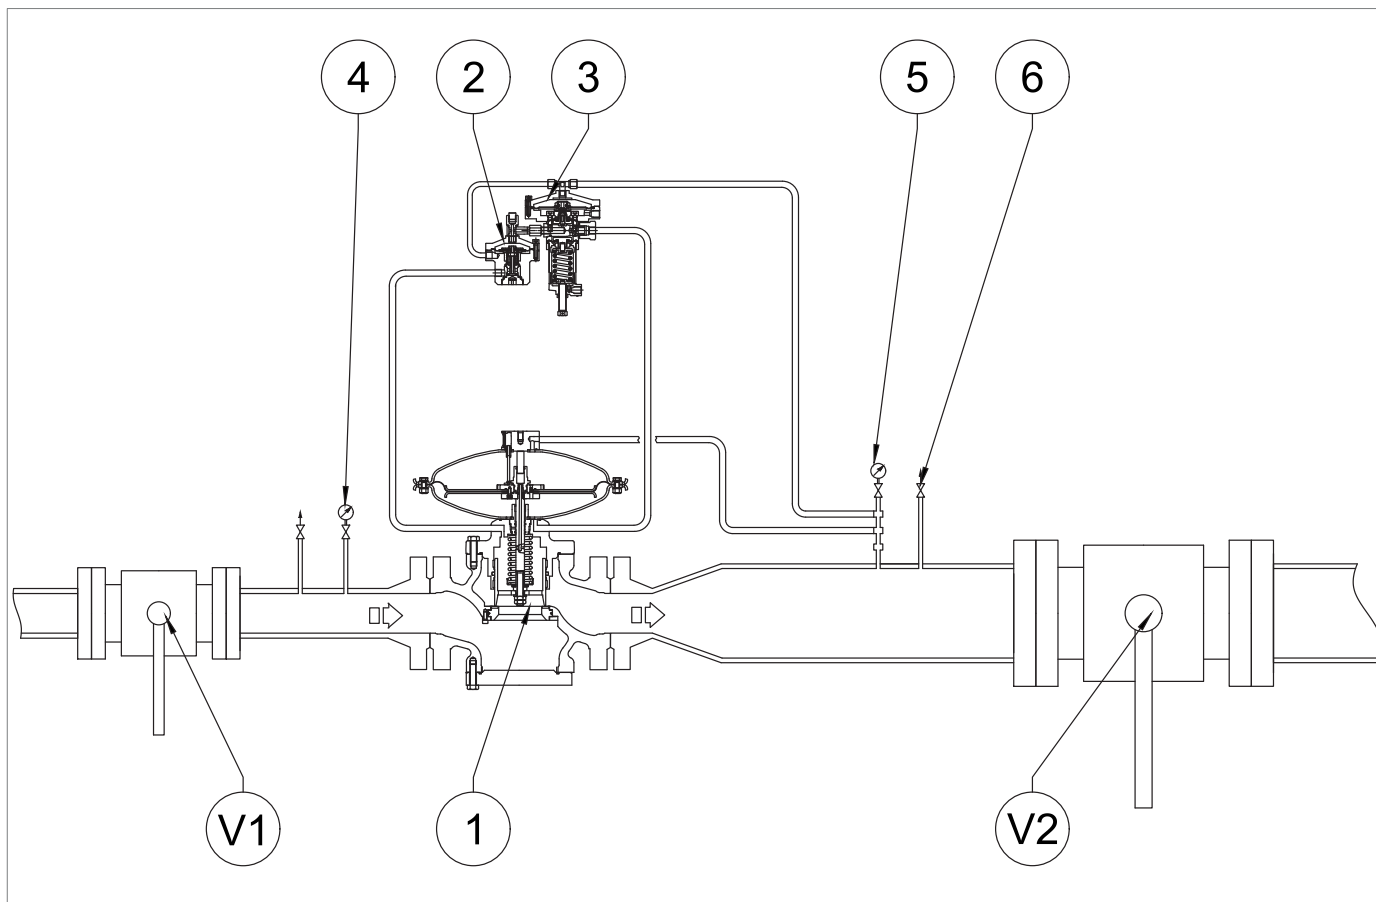

Рис. 8.32. Ввод в эксплуатацию регулятора REVAL 182
1	<p>Повернув винт регулировки пилотного механизма главного регулятора, увеличьте давление на выходе до значения отсечки быстрозакрывающегося клапана и проверьте правильность настройки.</p> <p>⚠ ОБРАТИТЕ ВНИМАНИЕ!</p> <p>Проверьте давление по манометру (рис. 8.32, ссылка. 5) на выходе от основного регулятора.</p> <p>Если быстрозакрывающийся клапан:</p> <ul style="list-style-type: none"> <li>• поездки до ожидаемого значения давления: закрутите (по часовой стрелке) регулировочную кольцевую гайку (13), чтобы еще больше сжать пружину (11);</li> <li>• не срабатывает при ожидаемом значении давления: открутите (против часовой стрелки) регулировочную кольцевую гайку (13), чтобы снять напряжение с пружины (11).</li> </ul>
2	Открыв сливной кран (рис. 8.32, сс. 6), снизить давление в нисходящей части до калибровочного значения основного регулятора.
3	Закройте сливной кран (рис. 8.32, ссылка. 6).